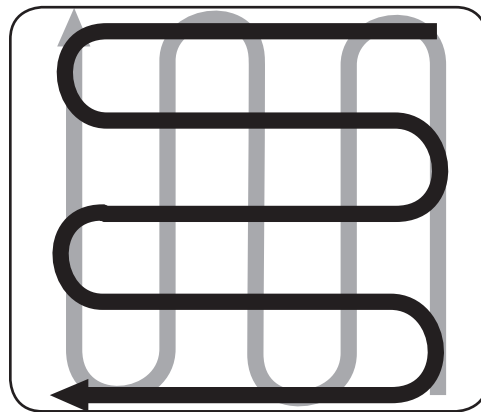

Figure 4-6
- Cuando haya terminado en una dirección, haga una segunda pasada en ángulo recto, como se muestra en la “Figure 4-6”. Traslape cada pasada para obtener los mejores resultados (en suelo muy duro, puede requerir tres o cuatro pasadas para pulverizar completamente el suelo).